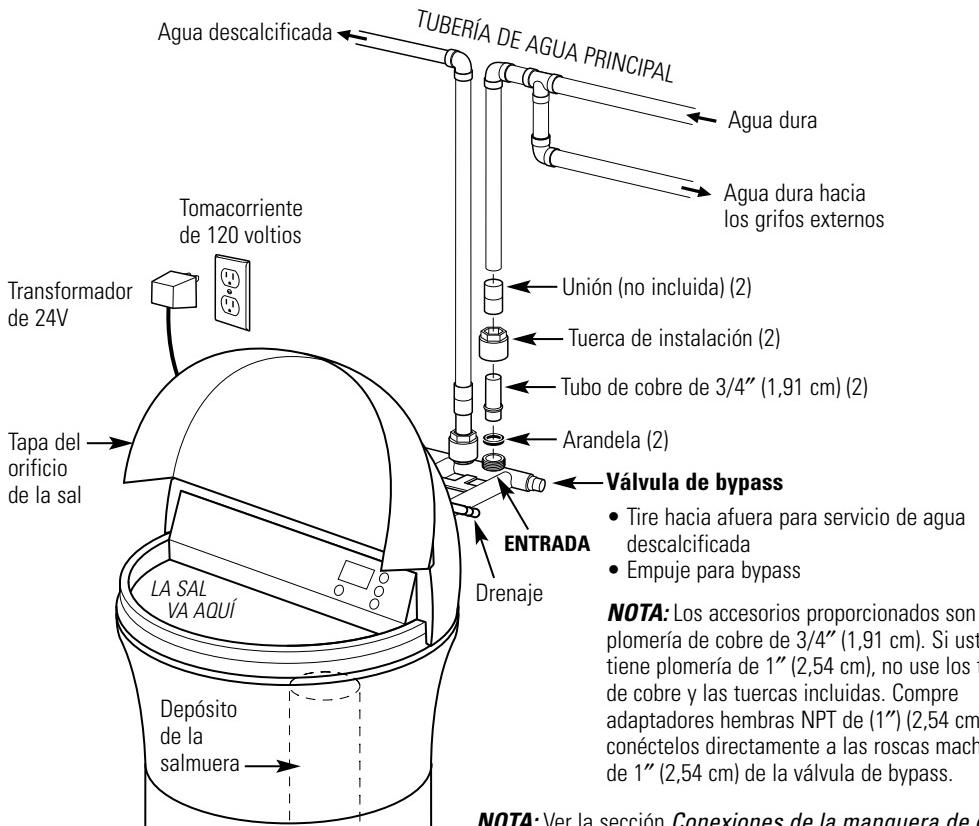

Fig. 1
Consulte la *Ilustración de instalación normal*, Fig. 1. Úsela como una guía para planificar su instalación particular. **Cerciórese de dirigir el suministro de agua dura entrante al acoplamiento de admisión de la válvula del descalcificador.** La válvula está marcada **IN (ENTRADA)** y **OUT (SALIDA)**. Consulte la ilustración en la página 33 como ayuda para la preparación.
• **CERCÍORESE DE QUE EL SUMINISTRO DE AGUA DURA DE ENTRADA ESTÉ DIRECTAMENTE CONECTADO AL PUERTO DE ENTRADA DE LA VÁLVULA DEL DESCALCIFICADOR.** Si el flujo del agua de la casa viene desde la izquierda, use una **vía de enlace** de plomería como se muestra en la Fig. 1, en la página 33. Si el agua de la casa fluye hacia arriba desde el piso de la casa, voltee la válvula de bypass boca abajo como se muestra en la Fig. 3C.